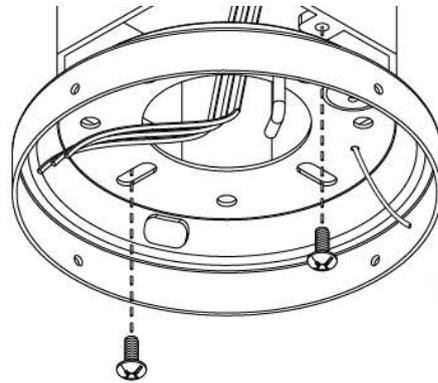

Figure 1.
- Faites passer les fils électriques provenant du plafond à travers l'orifice centrale du support de fixation plafond (voir Figure 1.)